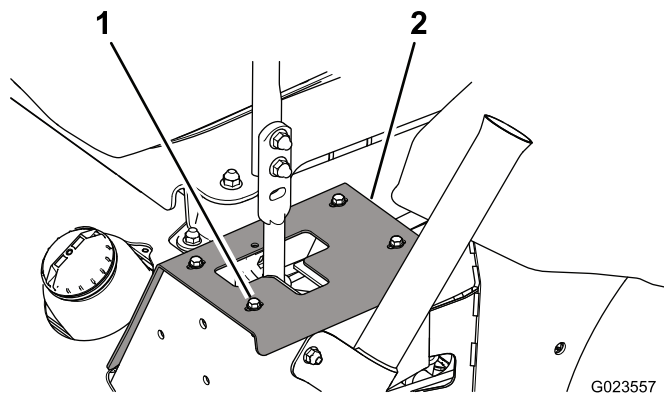

Figure 63
1. Pour accéder aux boulons de fixation de l'amortisseur, retirez les boulons qui fixent les plaques de butée au cadre (Figure 63).